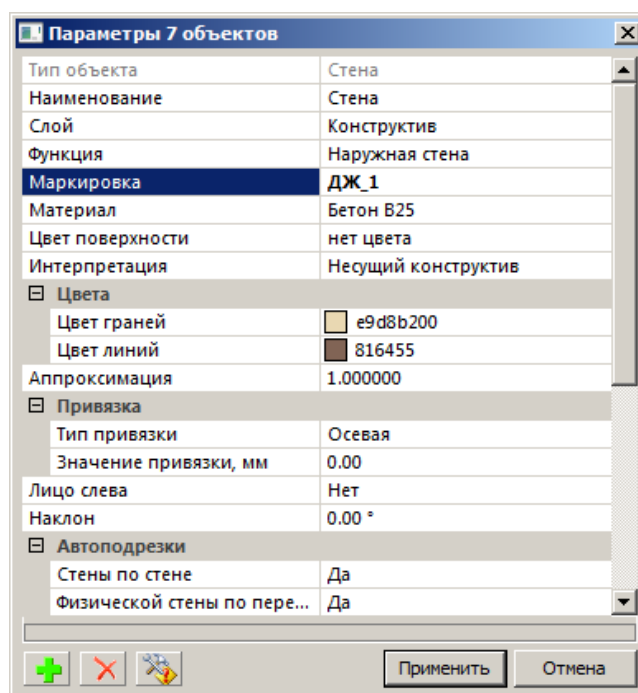

Рис.8.10. Диалоговое окно Параметры стен
- В открывшемся диалоговом окне **Параметры 7 объектов** для параметра **Маркировка** установите значение **ДЖ_1** (рис.8.10).